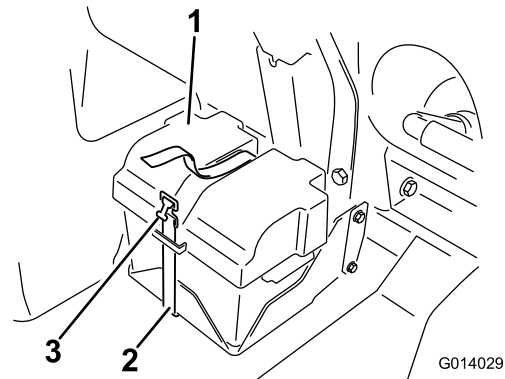

図 60
3. バッテリーカバーを取り付け、先ほど取り外したストラップで固定する(図 60)。